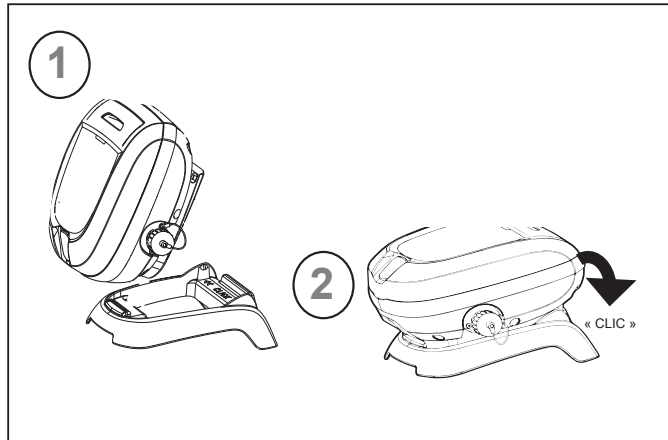

Figure 1. Raccordement à la base de l'unité de commande
1. Placez l'unité de commande fermement dans la base de l'unité de commande (Figure 1).